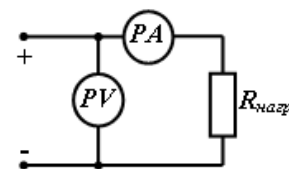

Рисунок 1
1.16. Для определения значения сопротивления собрана схема (рис.1). Получены следующие показания приборов амперметр $I_A = 0,1 \text{ А}$, вольтметр $U_V = 12 \text{ В}$, внутреннее сопротивление амперметра $R_A = 0,2 \text{ Ом}$.